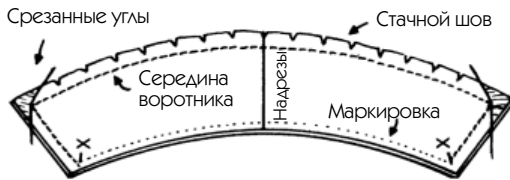

Рис. 167
3. Положите части воротника лицом к лицу и стачайте их вдоль краев от одного конца к другому (от точки X к другой, см. рис. 167). Вы без труда распределите вдоль всего края небольшую прибавку, сделанную во время переделки лекала согласно примерам 165 или 166.
— Надсеките и подровняйте срезы шва (см. рис 87 и 88). Срежьте углы и сделайте маленькие засечки вдоль изгибов, см. рис. 167.
— Срежьте углы, сделайте засечки (см. рис. 167). Разутюжьте швы, выверните на лицевую сторону и тщательно отутюжьте край.